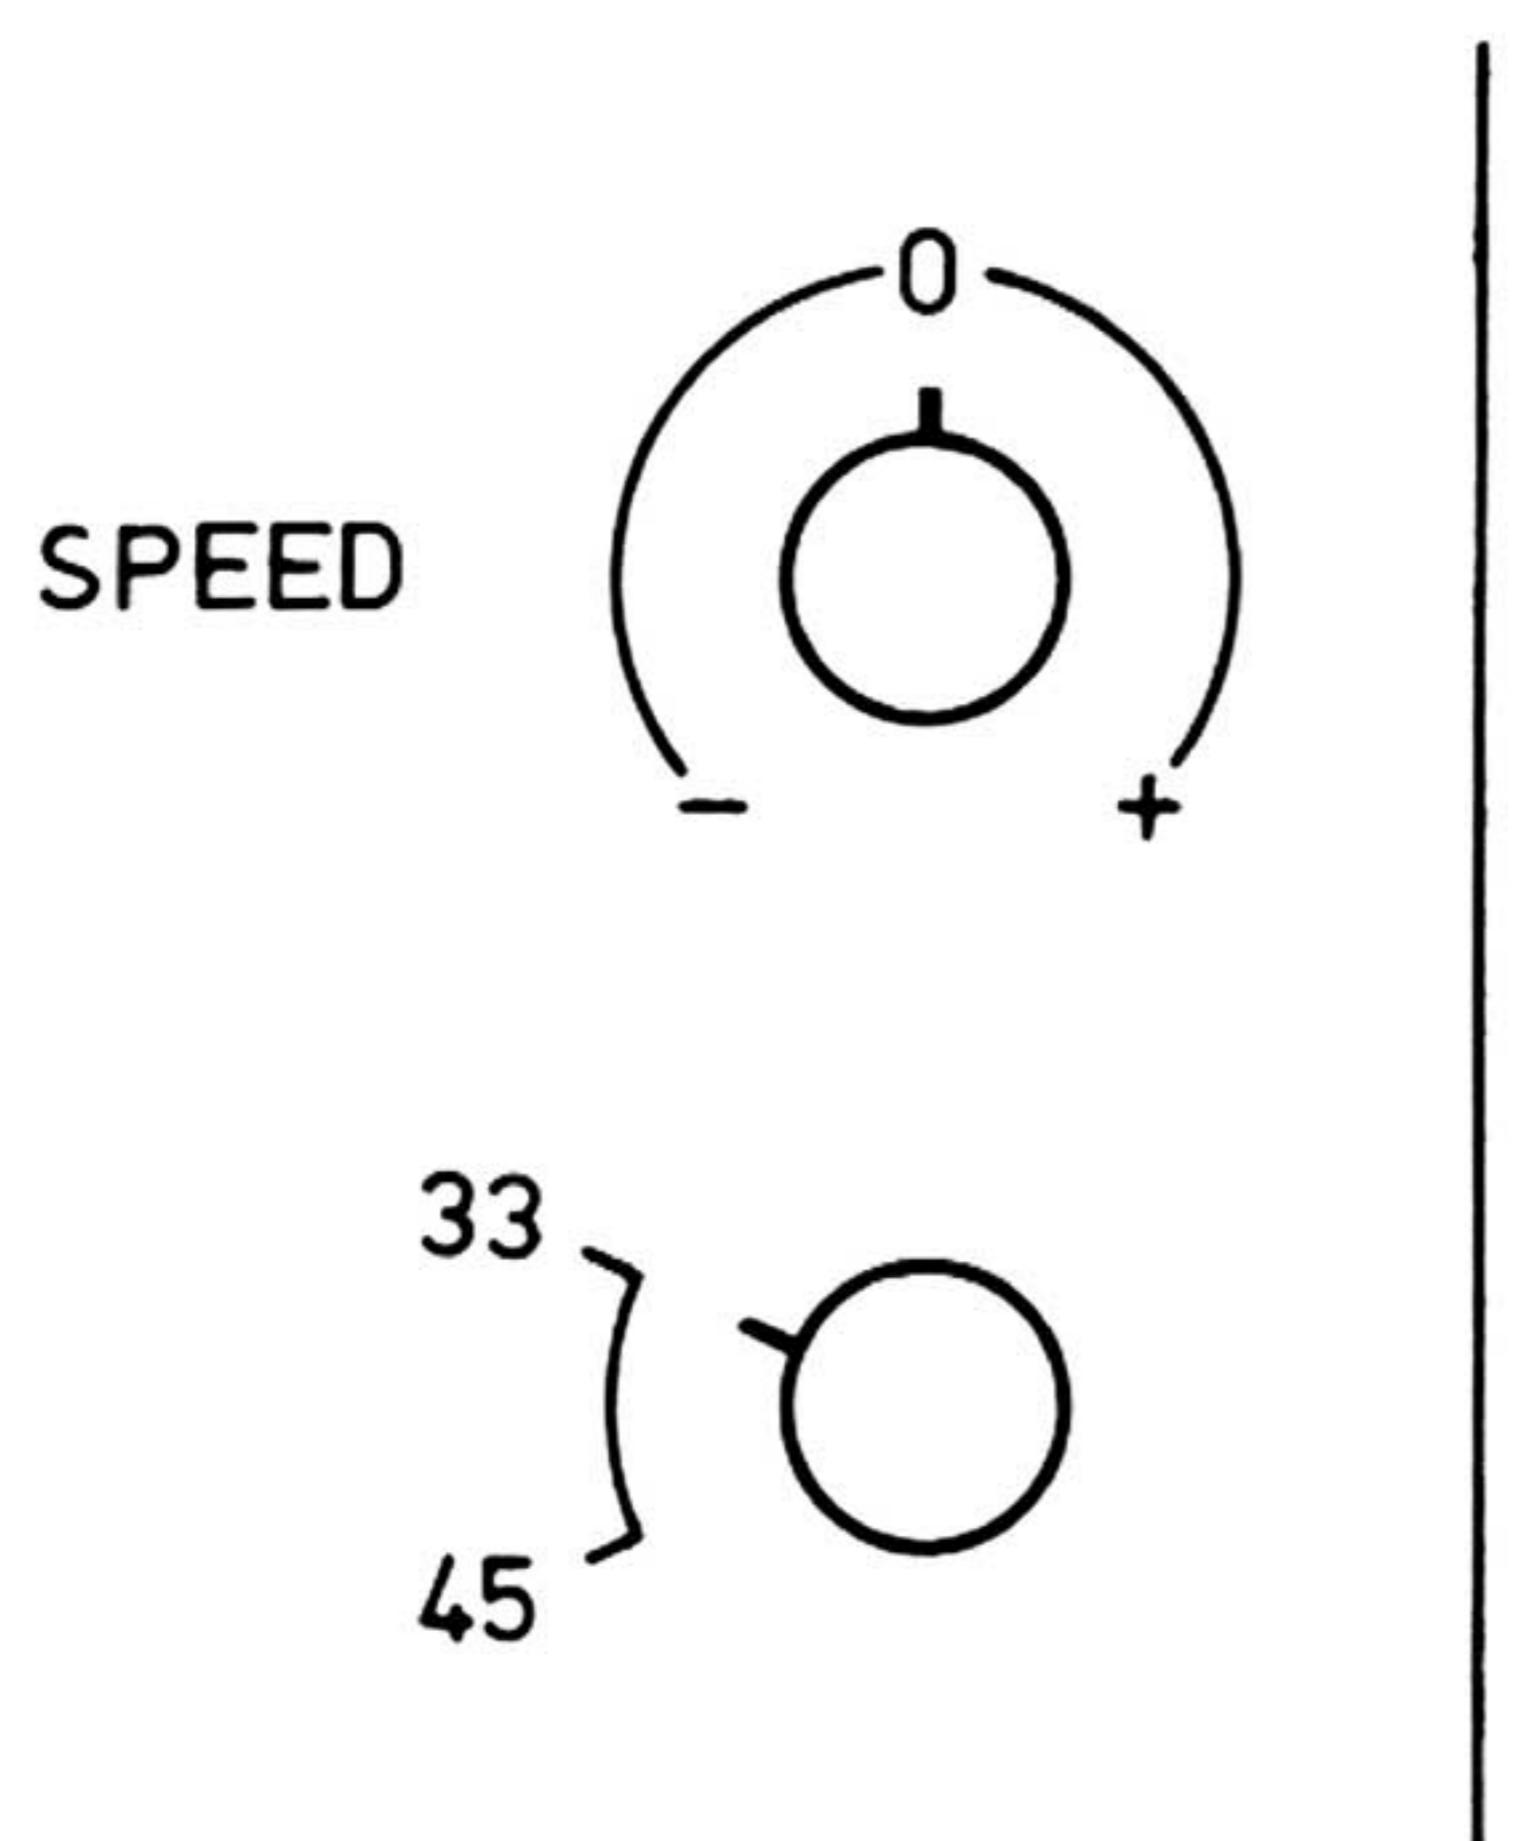

Fig. 1
6. Ramener ensuite le bouton de P 1 vers la position 0 (fig. 1). Observer les stries de l'anneau supérieur du stroboscope qui devront être immobiles. (L'anneau supérieur se rapporte à la vitesse de 33⅓ et l'anneau inférieur à 45 tours minute.) Si ce n'était pas le cas, ajuster la vitesse au moyen d'un des deux potentiomètres ajustables qui se trouvent sous le moteur. Chacune des vitesses possède son propre potentiomètre ajustable.